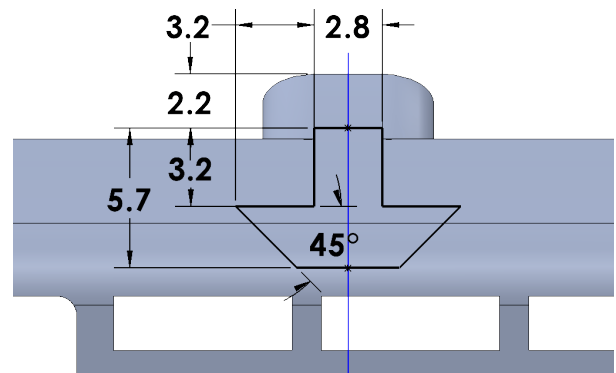

Fig. 93
Step 10. Add dimensions, **Fig. 93**.